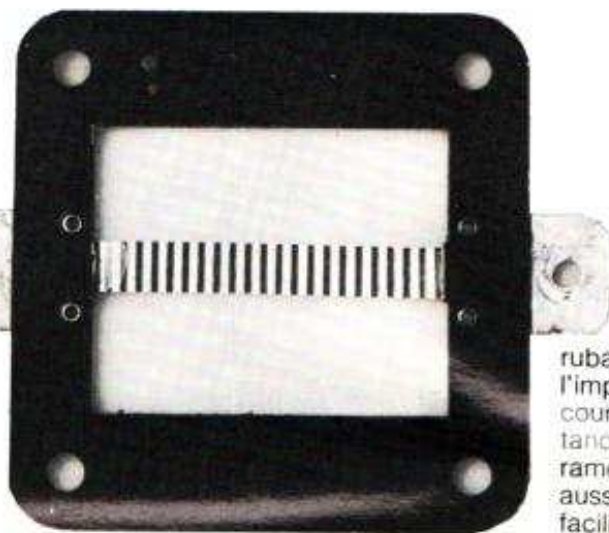

FIGURE 61. - Élément rayonnant d'un haut-parleur d'aigu à ruban (réalisation DECCA). Dimensions du ruban : 8 mm x 56 mm.
La réalisation correspondant à la figure 61 fait appel à un ruban en Mylar aluminisé de 2,5 microns d'épaisseur dont le poids avoisine 10 mg, soit 20 fois moins qu'une membrane de tweeter classique. Les cannelures transversales permettent d'abaisser la fréquence de résonance propre du ruban à quelques dizaines de hertz tout en rigidifiant la structure dans le sens transversal (1).